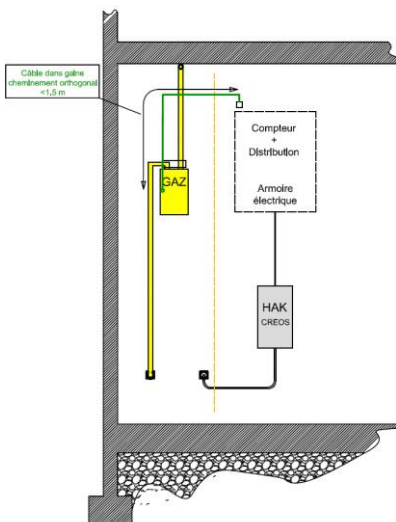

Fig.5 : Disposition simplifiée en situation rapprochée (1 boîtier)
- Disposition simplifiée (Fig. 5) : En situation rapprochée de l'emplacement du compteur de gaz avec l'armoire électrique permettant un cheminement du câble relié au compteur intelligent de gaz qui est inférieur à 1,5 m\* pour rejoindre une des plages d'emplacement du boîtier de connexion auprès de l'armoire électrique, il suffit de poser seul le boîtier de connexion auprès de l'armoire électrique.